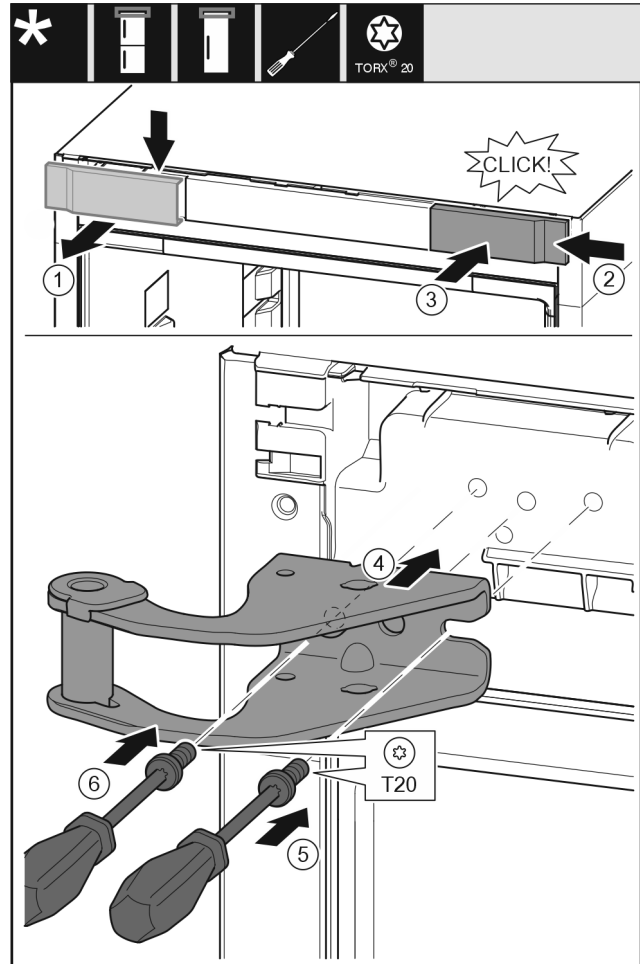

Fig. 9
- ▶ Afdekking van boven naar voren toe verwijderen. *Fig. 9 (1)*
- ▶ Afdekking 180° gedraaid op de andere kant van rechts aanbrengen. *Fig. 9 (2)*
- ▶ Afdekking vastklikken. *Fig. 9 (3)*
- ▶ Bovenste lagerbus plaatsen. *Fig. 9 (4)*
- ▶ Schroef met schroevendraaier T20 aanbrengen en vastdraaien. *Fig. 9 (5)*
- ▶ Schroef met schroevendraaier T20 aanbrengen en vastdraaien. *Fig. 9 (6)*